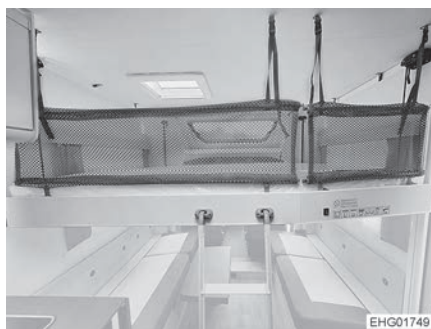

Fig. 107 Filet de sécurité
- **Accrocher** : Accrocher l'échelle de montée (Fig. 107, 3) avec les deux anses dans les supports d'échelle (Fig. 107, 4) sur le lit escamotable.
- Les filets de sécurité (Fig. 107,2) et les sangles de retenue sont rangés sous le matelas.
- **Tendre** : Faire s'enclencher les sangles de retenue (Fig. 107,1) dans les fixations au plafond.